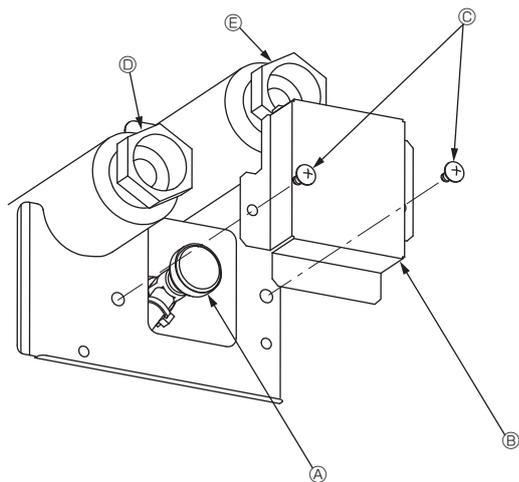

Fig. 7-1
7.2.2. Продувочный воздушный клапан внутреннего прибора (Fig. 7-1)
- ① Снимите крышку продувочного клапана.
- ② Поверните рукоятку на продувочном клапане, чтобы стравить воздух.
- ④ Продувочный клапан
- ⑥ Крышка продувочного клапана (Момент затяжки: 1,3 ± 0,3 Н·м)
- ③ Винт
- ⑤ Выпуск
- ② Впуск